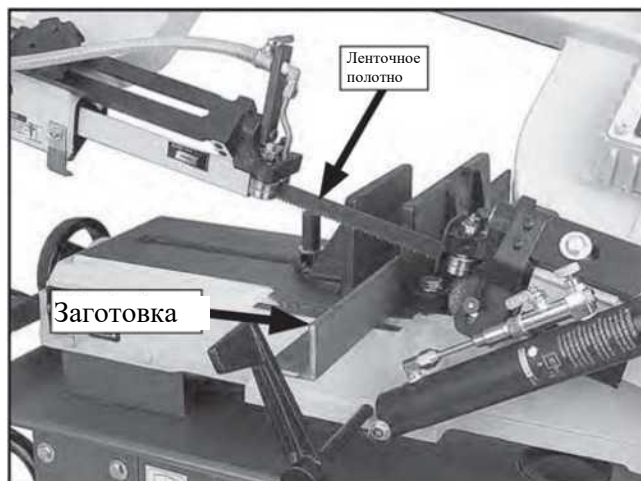

Рисунок 22. Правильное начальное положение ленточного полотна.
- Дайте ленточному полотну разогнаться до полной скорости перед зацеплением с заготовкой (см. **Рисунок 22**). Никогда не начинайте резку с ленточным полотном, находящимся в соприкосновении с заготовкой.